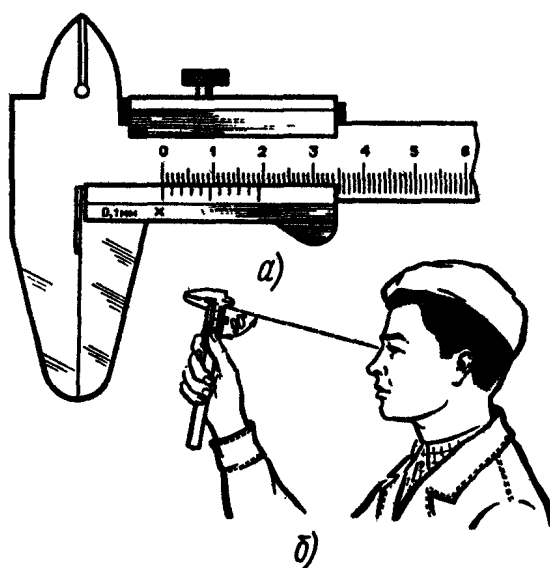

Рис. 3. Проверка нулевого положения штангенциркуля
1. привести соприкосновение губки штангенциркуля (рис.3, а). Губки по всей длине должны быть параллельными. Зазора по краям губок не должно быть. Нулевой штрих нониуса должен совпадать с нулевой риской основной шкалы;
2. размер просвета между измерительными поверхностями сведенных губок штангенциркуля оценивают при дневном освещении «на глаз» (рис. 3, б). При отсутствии просвета между губками для наружных измерений или при небольшом просвете (не более 6 мм) должны совпадать нулевые штрихи нониуса с начальным штрихом основной шкалы (рис. 3, а);